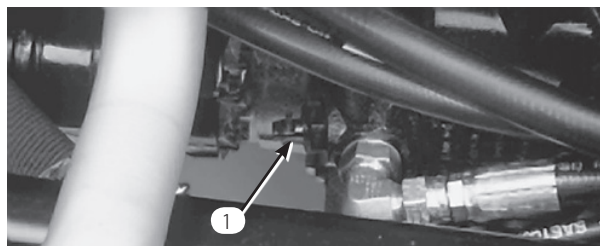

図 26
1. 油圧ポンプについているバイパスバルブ（図26）を90°回転させる。